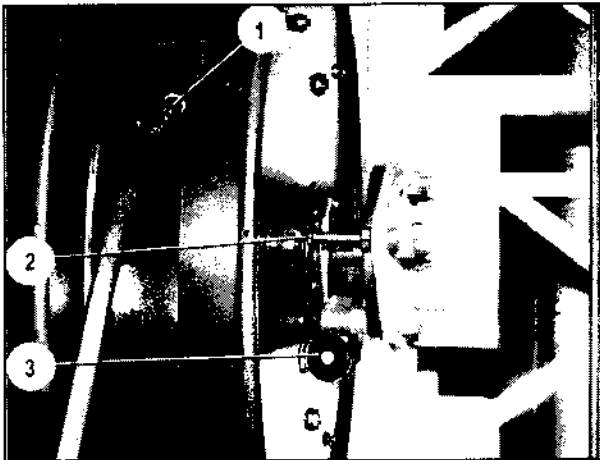

Bild 54
2. Vielfachkabel FM 15000 von der Kabeltrommel abziehen, Kabeltrommel **festhalten**, Stecker aus der Aufnahme (Bild 54/1) nehmen und Kabeltrommel verriegeln; dazu Hebel (Bild 54/3) vom Haltebolzen (Bild 54/2) abheben.